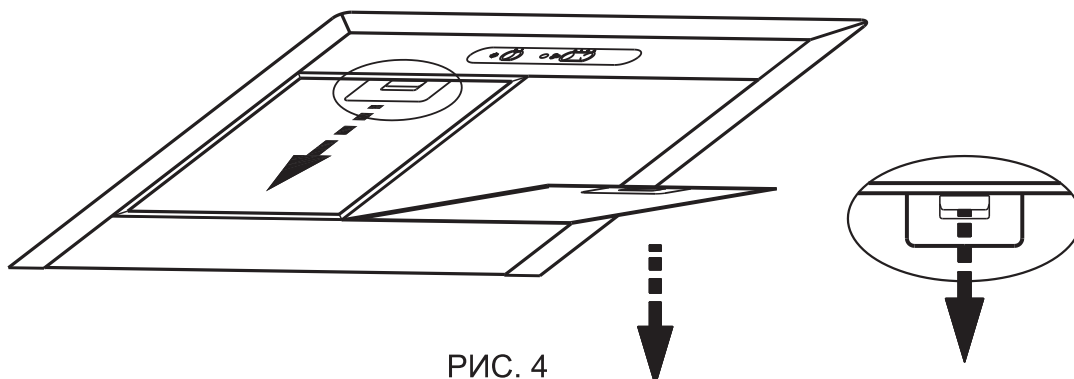

РИС. 4
- перед установкой зонта снимите алюминиевый фильтр (фильтры), для этого нажмите на пружинный замок на фильтре и потяните его вниз и на себя (рис. 4);
8.3 Для очистки фильтра извлеките его из зонта (рис. 4) и произведите его очистку с помощью щетки горячим водным раствором нейтрального моющего средства вручную или в посудомоечной машине (при 60°C).
- снимите алюминиевый фильтр (рис. 4);